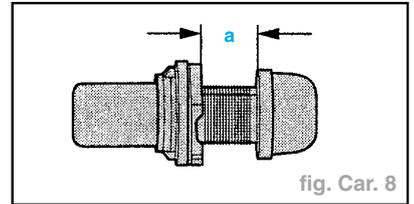

fig. Car. 8
- Retirer la butée caoutchouc (1) de la butée de réglage et desserrer la vis de calage (à six pans creux de **3 mm**) jusqu'à ce qu'il soit possible de retirer le coulisseau d'arrêt.
- Retirer le coulisseau d'arrêt du boîtier et le régler à la cote **a = 12,5 mm** (fig. Car. 8).